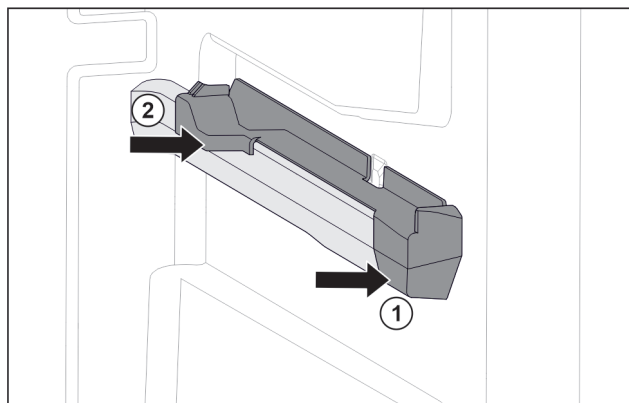

Fig. 104 Natični nastavek na desnem nastavku za posodo
- ▶ Natični nastavek spredaj namestite na nastavek za posodo. Fig. 104 (1)
- ▶ Pritisnite natični nastavek zadaj. Fig. 104 (2)